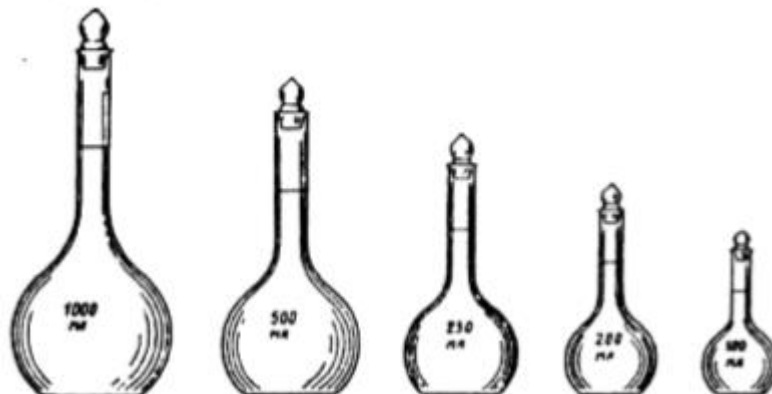

Рис. 9 – Колбы мерные.
*Колбы мерные* (рис. 9) используют для приготовления растворов точной концентрации. Они имеют удлиненную узкую шейку, на которой нанесена кольцевая черта, показывающая уровень наполнения. В отличие от бюреток и пипеток мерные колбы рассчитаны обычно не на выливание, а на вливание определенного объема жидкости. Для количественного анализа наиболее часто используют мерные колбы вместимостью 50; 100; 200; 250; 500 и 1000 мл.